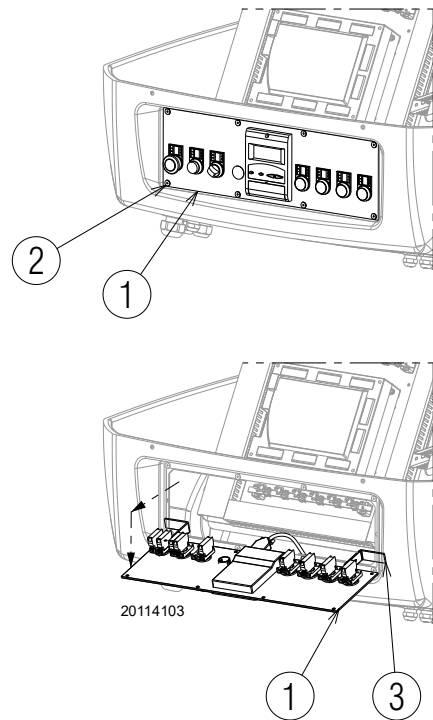

Abb. 40
- Ziehen Sie die Bedientafel 1) heraus und drehen Sie sie um 90°, hängen Sie sie dazu mit den entsprechenden Bügeln 3) im Profil der Schalttafel ein, wie aus Abb. 40 ersichtlich